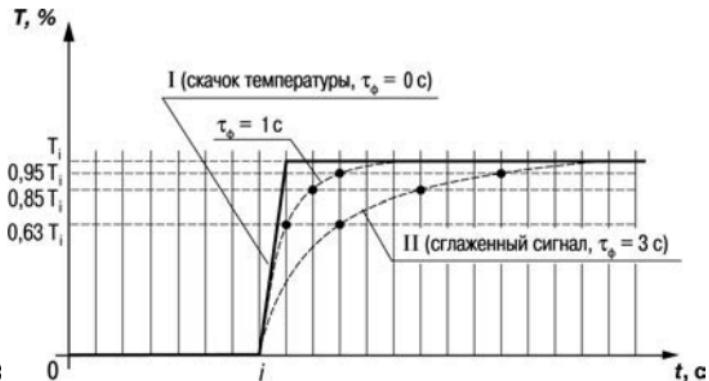

Рисунок 3.5
3.1.4.4.3 Цифровой фильтр устраниет шумовые составляющие сигнала, осуществляя его экспоненциальное сглаживание. Основной характеристикой экспоненциального фильтра является τ_ϕ – постоянная времени цифрового фильтра, параметр $\lnF1$ ($\lnF2$) – интервал, в течение которого сигнал достигает 0,63 от значения каждого измерения T_i (рисунок 3.5).